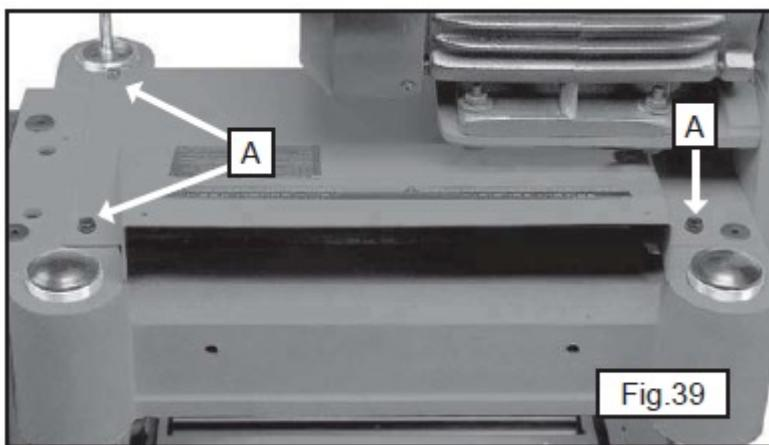
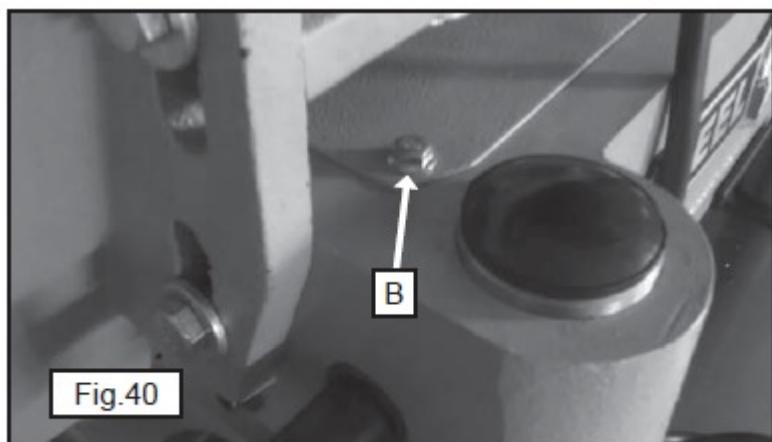

Рис. 39
Рис. 40
1. Вывернуть четыре винта, три из которых показаны на позиции (A), рис. 39, и винт (B), рис. 40.